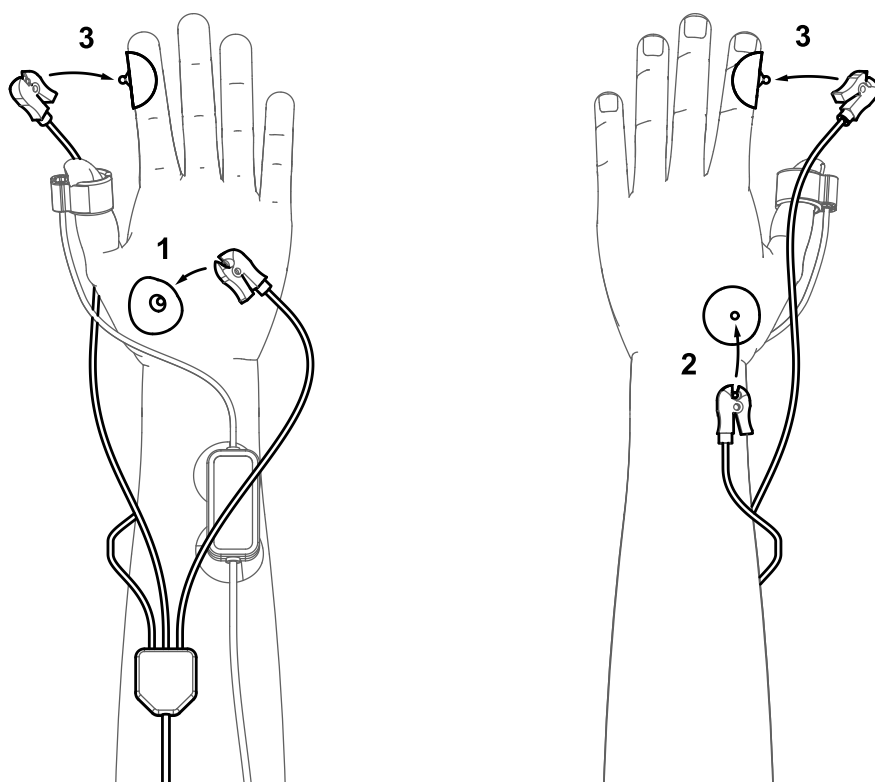

Рисунок 49 – Вариант 2 размещения электродов кабеля ЭМГ
Вариант 2: красный электрод (1) размещают на возвышении большого пальца руки, белый электрод (2) размещают на тыльной стороне руки, чтобы он находился противоположно первому, черный (3, референтный) размещают на боковой наружной стороне указательного пальца на суставе между средней и дистальной фалангами (рисунок 49).